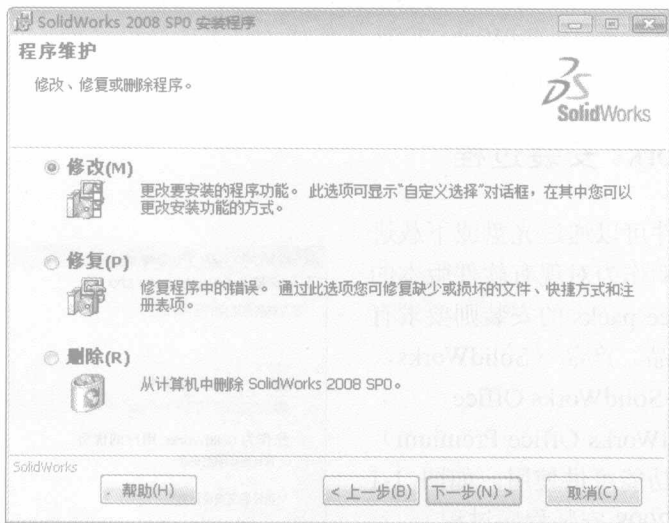

图 1-2 修改、修复、删除界面
- (1) 在 Windows 中,打开“控制面板”,双击“添加/删除程序”;
- (2) 在对话框中选择 “SolidWorks 2008”;
- (3) 根据操作系统提示,单击适当的按钮以修改或删除安装。如果修改安装,则跳到下一步,否则,确认删除来直接删除安装;
- (4) 在 SolidWorks 2008 安装程序对话框中,单击【下一步】按钮。
- (5) 如图 1-2 所示,在安装程序对话框中选择以下选项之一: